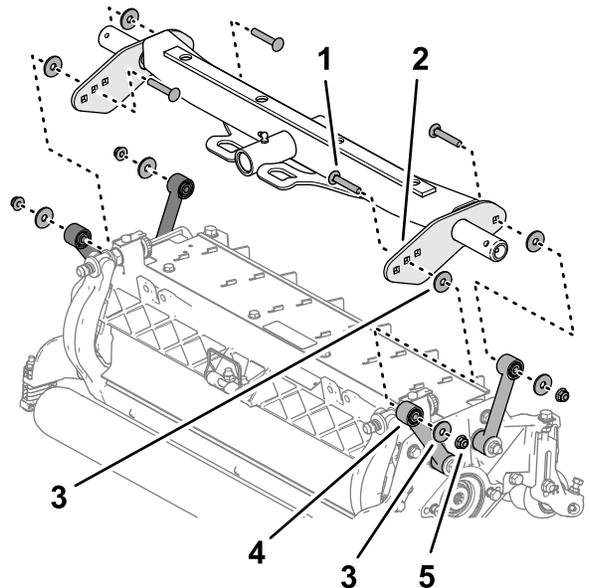

图 18
2. 对齐承载板和连杆之间的垫圈 图 18 并使用托架螺栓 $\frac{3}{8}$ x 2- $\frac{1}{4}$ 英寸、垫圈和凸缘锁紧螺母 $\frac{3}{8}$ 英寸松动地组装板和隔片。